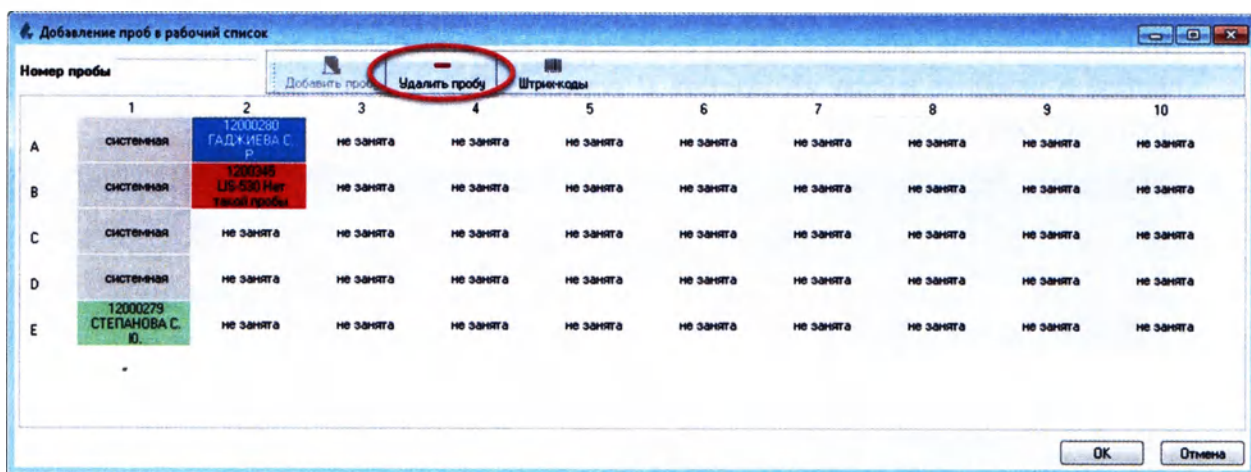

Рисунок 6.27
4. Для удаления пробы, выделите пробу и нажмите кнопку **«Удалить пробу»** (Рисунок 6.27):